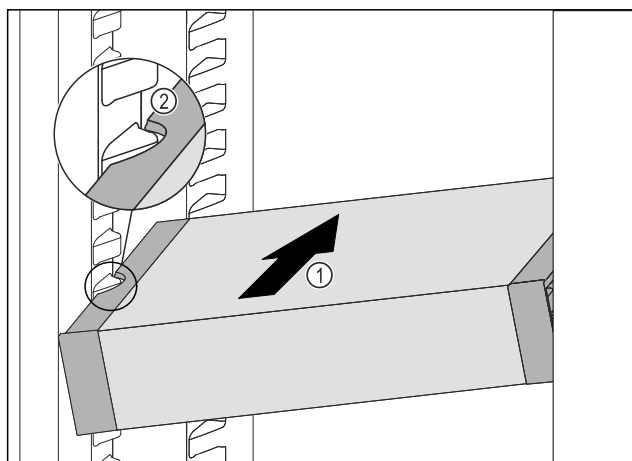

Fig. 83
- VarioSafe gurajte koso u hladnjak Fig. 83 (1) sve dok se bočni otvori Fig. 83 (2) ladice VarioSafe ne nađu na visini žlijeba spremnika u hladnjaku.